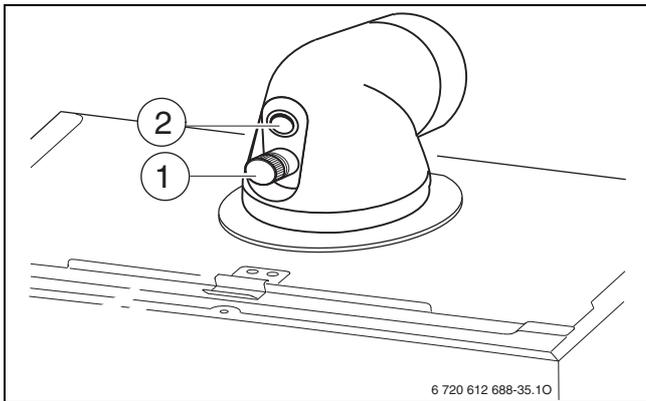

Fig. 65
- ▶ Retirer le bouchon sur la prise de mesure de l'air de combustion [2] (→ figure 65).
- ▶ Retirer le bouchon au niveau de la prise de mesure des fumées [1] (→ figure 65).